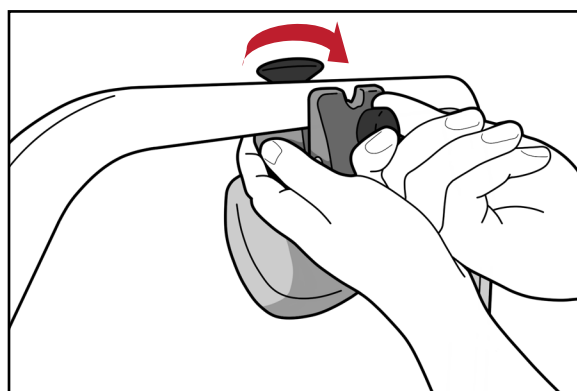

Fig. 4
2. Bloquee la pinza de compresión girando la rueda de bloqueo hasta que la pinza quede asegurada. (Fig. 4)